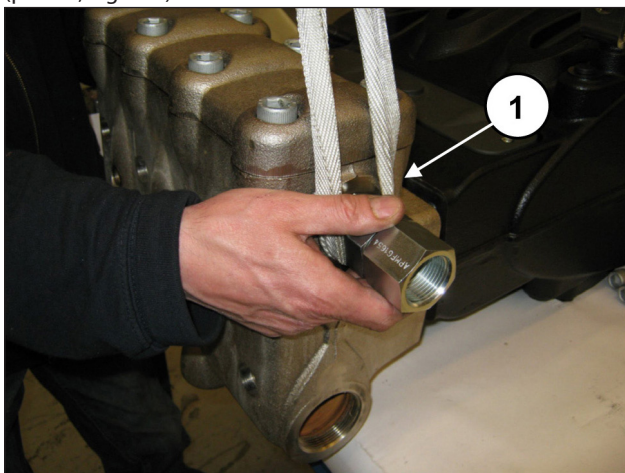
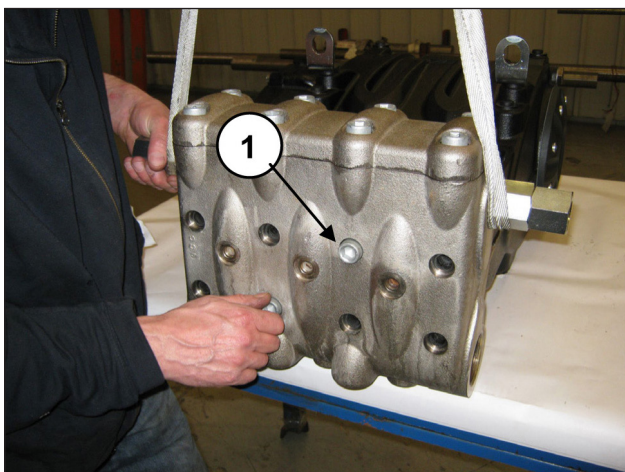

Fig. 135
Fig. 136
Montare la testata sul carter pompa (pos. ①, Fig. 135) facendo attenzione a non urtare i pistoni ed avvitare le 8 viti M16x180 (pos. ①, Fig. 136).